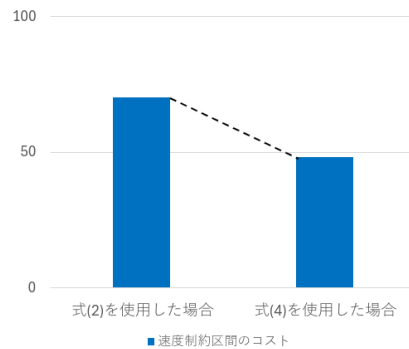

図 4 コストの見積比較
式 (2) および式 (4) を使用した場合のコストの見積比較を図 4 に示す。式 (4) を使用した場合、速度制約区間をなるべく垂直方向あるいは水平方向に通過することで、速度制約区間にかかるコストを最小限に抑えていることが確認できた。